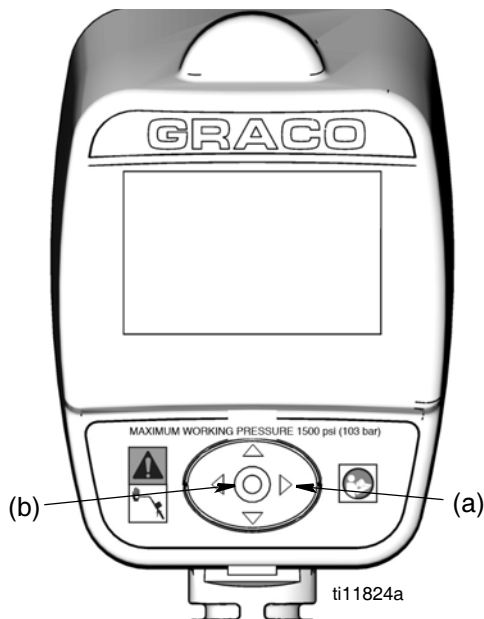
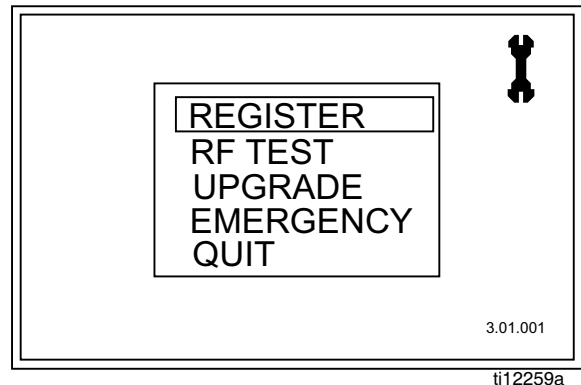

FIG. 3
FIG. 4
Pantallas de configuración de utilidad principal (FIG. 4)
1. Si se encuentra en una pantalla de dosificación, para mostrar la pantalla de utilidad principal, mantenga pulsada la FLECHA DERECHA (a) sólo, durante unos segundos (FIG. 3).
2. A continuación, al mismo tiempo, mantenga pulsado también el botón INTRO central (b) (FIG. 3). Mantenga pulsados ambos botones hasta que se muestre la pantalla de la utilidad principal en FIG. 4.